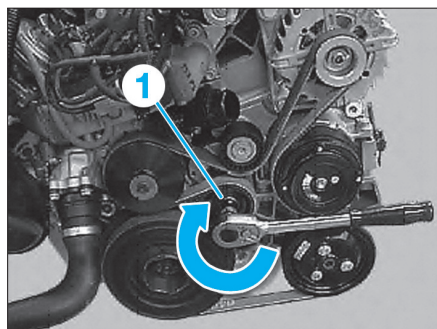

Fig. 1
• Repousser le tendeur de courroie (1) dans le sens de la flèche (Fig.1).